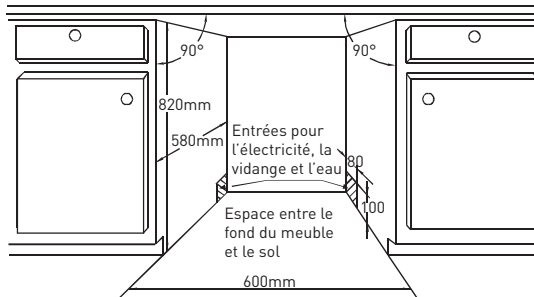

Figure 1 : Les dimensions du cabinet est moins de 5mm entre le haut du lave-vaisselle et le cabinet est la porte extérieur aligne sur le cabinet.
- 1 Choisissez un emplacement à proximité de l'évier afin de faciliter l'installation des tuyaux d'alimentation et de vidange du lave-vaisselle. (Voir figure 1)